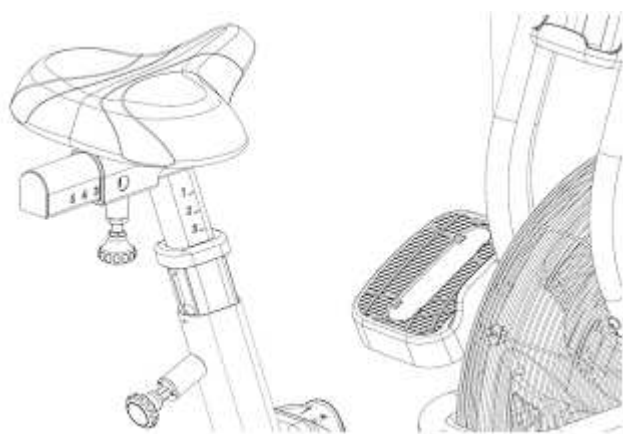

Рис. 19
19. Вставьте седлодержатель с закрепленным седлом (Рис. 19) в соответствующую стойку рамы, оттянув стержень-фиксатор, расположенный на стойке рамы, и протолкнув седлодержатель с пластиковой обкладкой вглубь стойки до нужного положения.